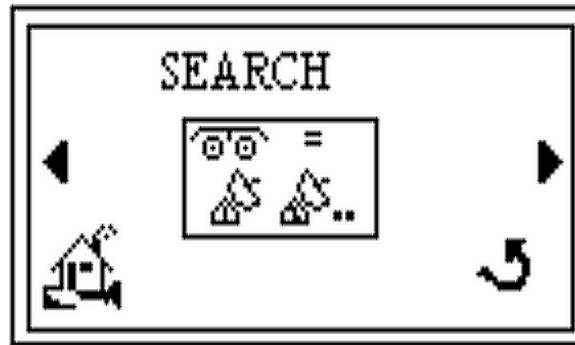

図 2-30 Search 画面
5. ▶ を押すと *Search* 画面が表示されます (図 2-30)。